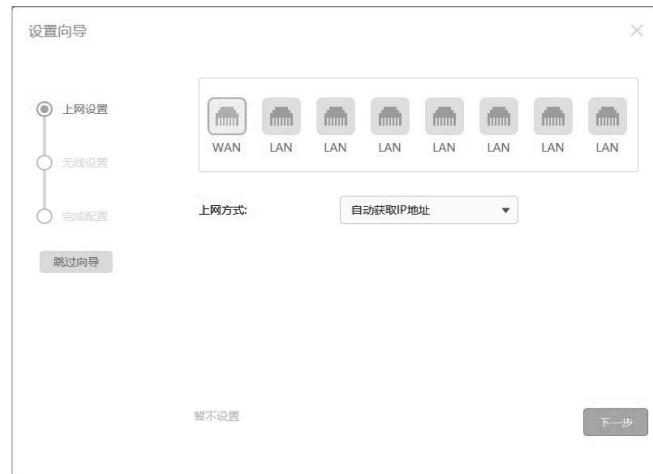

图4-7 上网方式-自动获取IP
2)如果上网方式为动态IP, 如图4-7所示, 即可以自动从网络服务商处获取IP地址, 不需要填写任何内容。